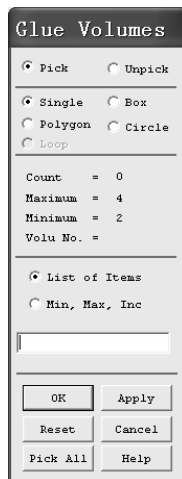

图 2-149 “Glue Volumes”窗口
(20) 依次选择 Main Menu>Preprocessor>Modeling>Operate>Booleans>Glue>Volume, 弹出“Glue Volumes”窗口(见图 2-149)。光标变为黑色向上的箭头。